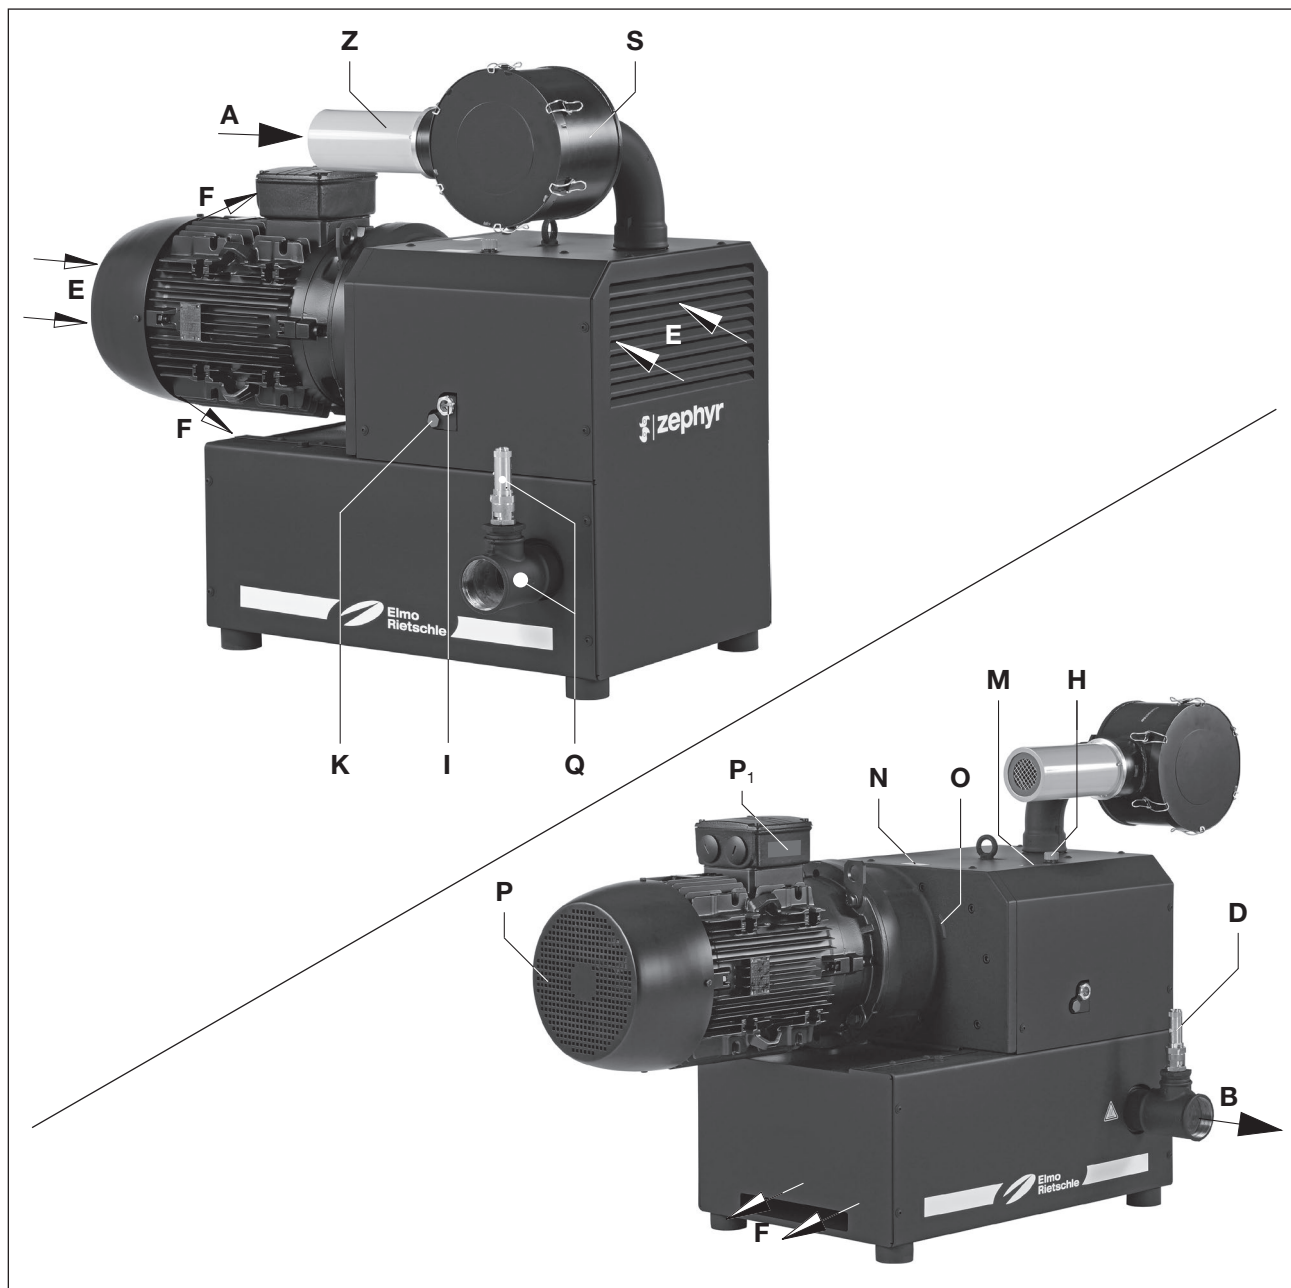

Fig. 2 Compresor C-DLR 401 y C-DLR 501
Los modelos C-DLR 401 y C-DLR 501 están encapsulados con una cubierta aislante. Para evacuar el calor generado por la compresión, el aire refrigerante pasa entre el compresor y la cubierta mediante un ventilador de tambor que aspira el aire fresco (fig. 2/E) y expulsa el aire calentado por la salida de aire refrigerante (fig. 2/F).
Como protección de sobrecarga, hay montada una válvula de seguridad (fig. 2/D).
Estos compresores de garras C-DLR sin contacto son adecuados para la generación de sobrepresión de entre 0 y el límite máximo (bar) indicado en la placa de características (fig. 2/N). Admiten un funcionamiento continuo.
La boca de llenado de aceite (fig. 2/H), las mirillas (fig. 2/I) y los drenajes de aceite (fig. 2/K) deben estar fácilmente accesibles.
Las entradas de aire refrigerante (fig. 2/E) y las salidas de aire de refrigeración (fig. 2/F) deben tener una distancia de al menos 30 cm de las paredes. El aire de refrigeración saliente no debe volver a aspirarse.
Para los trabajos de mantenimiento se debe prever delante de la brida de aspiración (fig. 2/D) una distancia mínima de 40 cm.
- a) Toma de presión (fig. 2/B).
Como protección de sobrecarga, hay montada una válvula de seguridad (fig. 2/D)..
- a) Cargar el aceite lubricante (para tipos adecuados, véase “Mantenimiento”) para las ruedas dentadas y cojinetes en la boca de llenado de aceite (fig. 2/H) hasta el centro de las mirillas (fig. 2/I).
- a) Los datos eléctricos del motor figuran en la placa de características (fig. 2/N) o en la placa del motor (fig. 2/P₁). Los motores se corresponden con EN 60034 y son de índice de protección IP 55 y clase de aislamiento F. El esquema de conexión correspondiente se encuentra en la caja de bornes del motor (no aplicable en versiones con conector para clavijas). Comparar los datos del motor con los datos de la red eléctrica existente (tipo de corriente, tensión, frecuencia de la red, intensidad admisible).
En estado caliente, las temperaturas de las superficies de los componentes (fig. 2/Q) pueden superar los 70 °C.